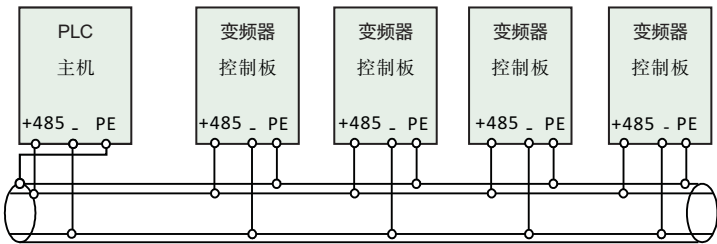
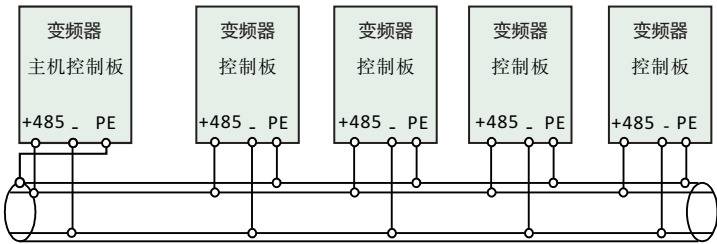

图3-12 PLC与变频器多机通信时的接线图（变频器、电机全部良好接地）
图3-13 变频器多机通信时的接线图（变频器、电机全部良好接地）
- ③ 多台变频器可通过RS485连接在一起，由PLC（或上位机）作主机控制，如图3-12所示，也可以其中一台变频器作主机，其它变频器作从机，如图3-13所示。随着连接台数的增加，通讯系统更容易受到干扰，建议按如下方式接线：